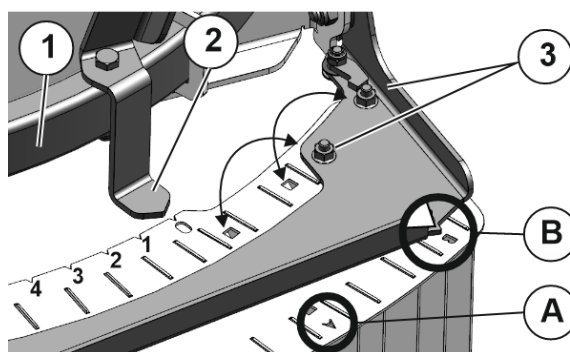

图 70
2. 移动导向架（图 70/1）上的膜片块，直至指针（图 70/2）停在撒肥表的设置值上。